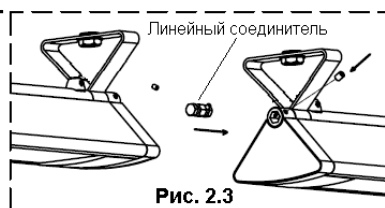

Рис. 2.3
**Примечание.** При необходимости механической стыковки нескольких светильников в одну линию, используйте **линейный соединитель**, входящий в комплект поставки (Рис. 2.3).